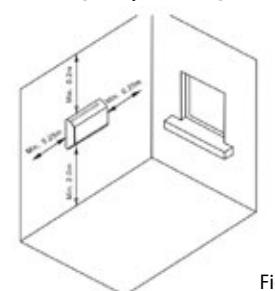

Fig. 1
Amplasați aparatul la cel puțin 2 m față de podea, 25 cm față de colțul camerei și 20 cm de la tavan. Orificiile de ieșire a aerului trebuie să fie orientate în jos (vezi Fig. 1).
- Scanați codul QR de mai jos (Fig. 1) sau căutați aplicația „Concept Home” pe Google Play sau App Store și descărcați aplicația pe telefonul dvs. mobil. Dacă aveți deja Concept Home, deschideți aplicația, conectați-vă și urmați instrucțiunile de asociere.